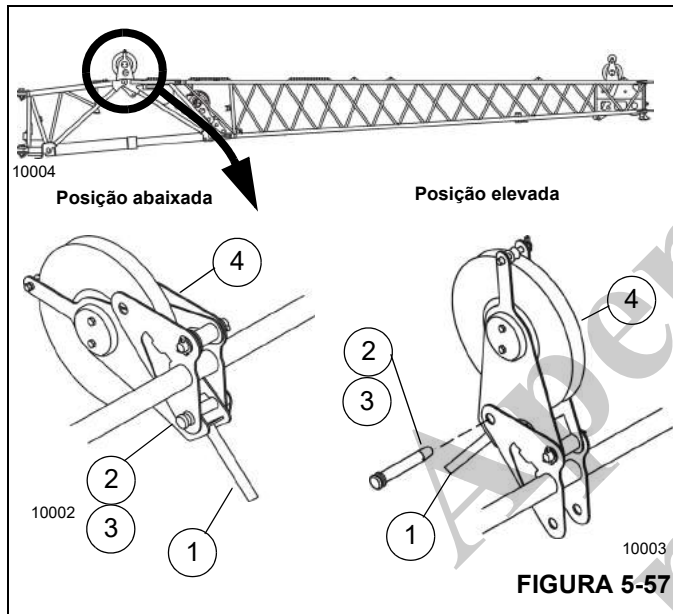
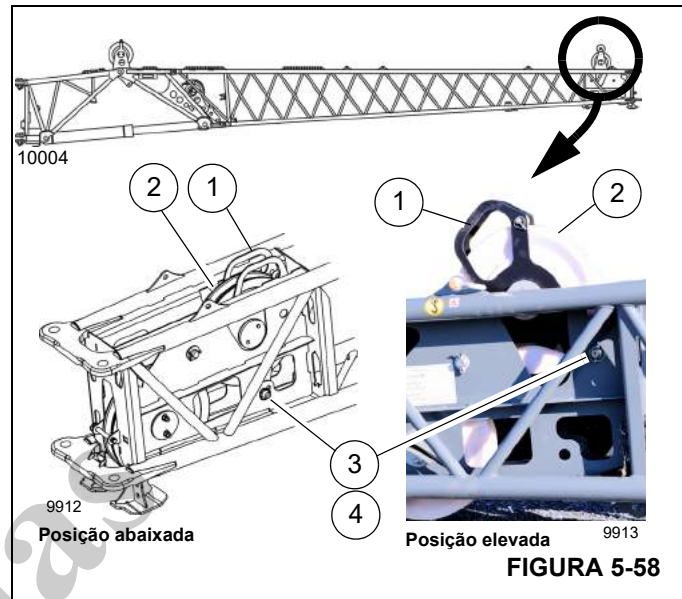

FIGURA 5-57
FIGURA 5-58
- a. Segure a alavanca (1, Figura 5-57) e remova o grampo de retenção (2) e o pino (3).
- b. Eleve o mastro (4). Certifique-se de que os orifícios dos pontos de conexão estejam alinhados.
- c. Insira o pino (3). Prenda o pino com o grampo de retenção (2).
- a. Segure a alavanca (1, Figura 5-58) do conjunto de polias do mastro (2). Remova o grampo de retenção (3) e o pino (4).
- b. Eleve o conjunto do mastro (2) até que os orifícios de conexão estejam alinhados.
- c. Insira o pino (4) e prenda com o grampo de retenção (3).
- b. Abaixar o mastro (4). Certifique-se de que os orifícios dos pontos de conexão estejam alinhados.
- a. Segure a alavanca (1, Figura 5-58) do conjunto de polias do mastro. Remova o grampo de retenção (3) e o pino (4).
- b. Abaixar o conjunto do mastro (2) até que os orifícios de conexão estejam alinhados.